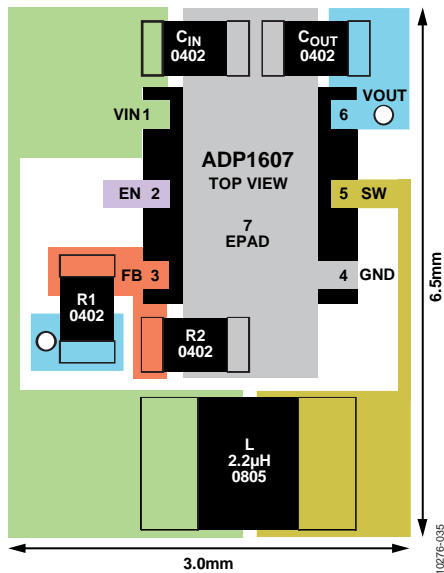

图31. ADP1607推荐的布局显示了最小尺寸封装
- 对于ADP1607，应当尽可能靠近FB放置反馈电阻R1和R2，以免噪声影响。将反馈网络的接地点直接连接到AGND层，以便与GND引脚形成开尔文连接。更多信息参见图31。